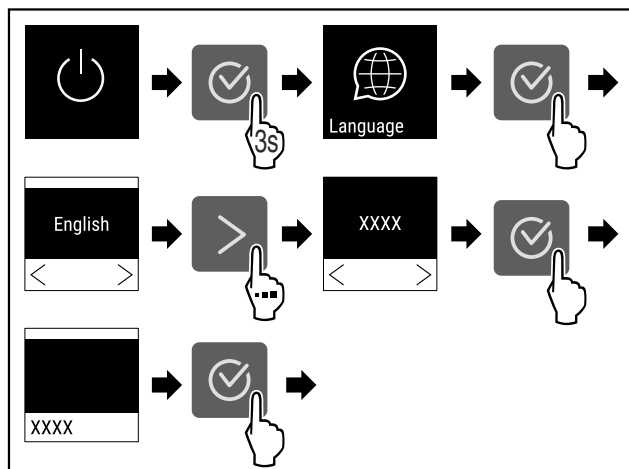

Fig. 50
- ▶ Изпълнете стъпките (виж Fig. 50).